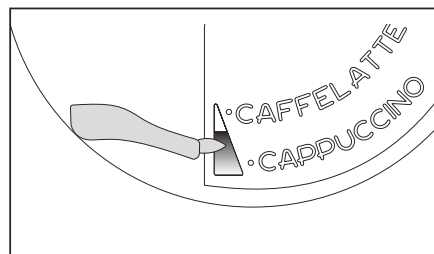

Fig. 41
- ▶ Ustaw suwak spienionego mleka (C1) pomiędzy napisami CAPPUCCINO i CAFFELATTE znajdującymi się na pokrywie pojemnika na mleko. Ilość pianki można ustawić, przesuwając suwak w kierunku napisu CAFFELATTE w celu uzyskania gęstszej pianki. Przesunięcie w kierunku napisu CAPPUCCINO powoduje uzyskanie mniej gęstej pianki (Rys. 41).